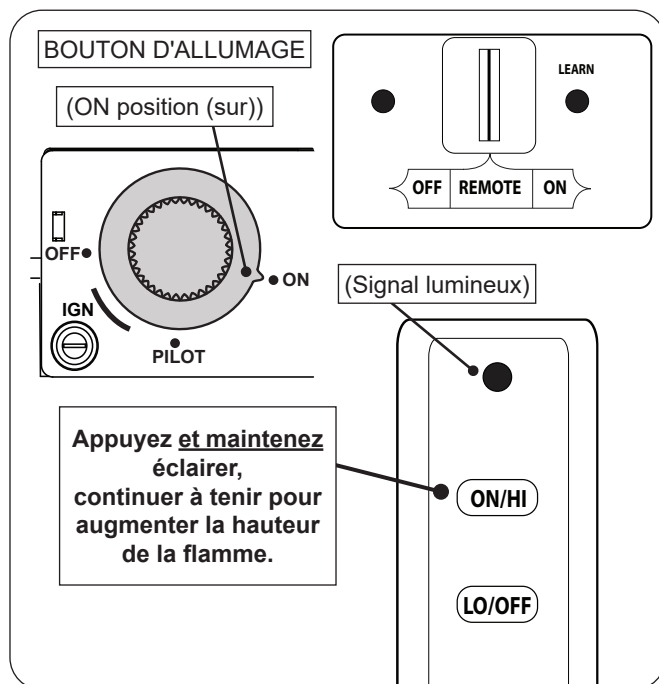

Fig. 60-1 Éclairage à distance
1. Assurez-vous que la veilleuse brûle. Tournez le bouton d'allumage dans le sens antihoraire ↶ sur **ON** (sur) (voir Fig. 60-1).
2. Localisez l'interrupteur à 3 positions sur le récepteur à distance et faites glisser l'interrupteur sur **REMOTE** (télécommande) (voir Fig. 60-1).
3. Localisez la télécommande et maintenez enfoncé le bouton **ON / HI** (sur/ haut) (voir Fig. 60-1). La séquence d'allumage commencera.